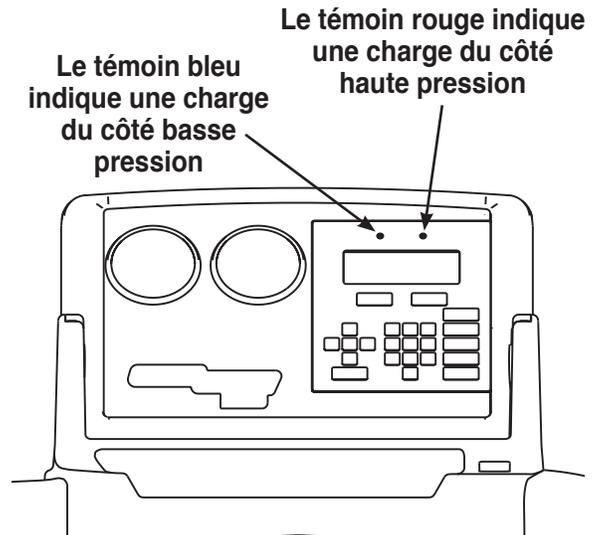

Figure 8
- Le témoin bleu du panneau de commande indique une charge du côté basse pression, le témoin rouge indique une charge du côté haute pression. Reportez-vous à la Figure 8.